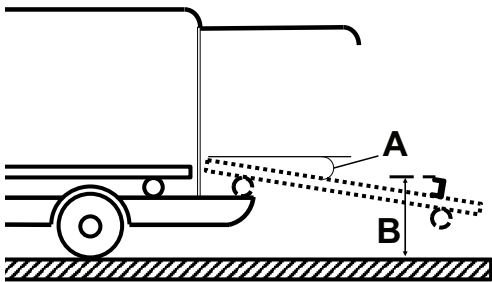

Figura 9 – Specifiche della piastra di presa e della piattaforma di carico
- L'angolo (A) della piattaforma di carico non deve superare i 16° (Figura 9)
- L'altezza (B) dalla parte superiore della piastra di presa al pavimento deve essere compresa tra 28,0" (71,1 cm) e 29,4" (74,7 cm) (Figura 9)